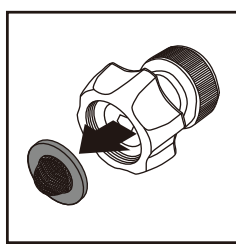

Fig. 15
- La protection à l'intérieur de l'adapteur transparent doit être nettoyée régulièrement. Insérez un stylo dans le petit orifice à la fin de l'adapteur. Le filtre de protection glissera (Figure 15). Enlevez-le et nettoyez-le avec de l'eau claire et, après, mettez-le à nouveau dans l'adapteur.